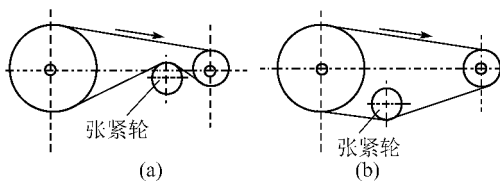

图 1-2
1. 如图 1-2 所示为带传动的张紧装置,试回答下列问题: